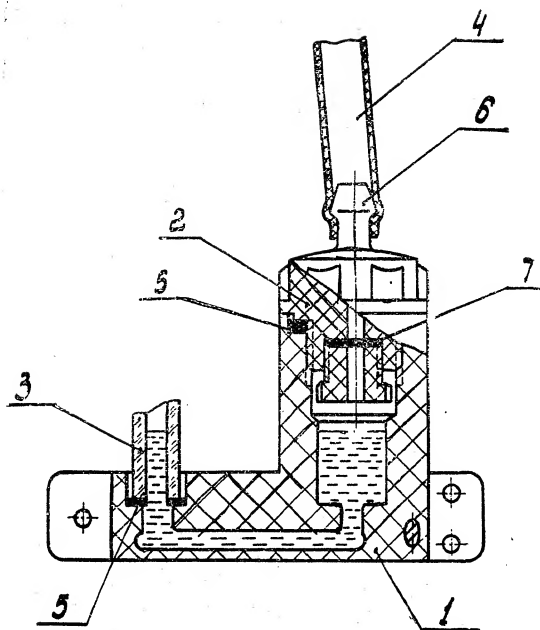

Рис. 3.
Внутренний канал основания манометра (1) (рис. 3) сообщает между собой резервуар (2) и манометрическую трубку (3). Основание укреплено винтами.